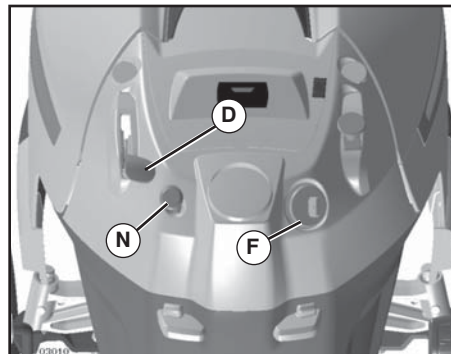

FIG. 6
MOTOR (Vea Fig. 6)
PARA USAR EL CONTROL DE LA ACELERACIÓN (D) (Vea Fig. 6)
PARA USAR EL CONTROL DE ESTRANGULACIÓN (N) (Vea Fig. 6)